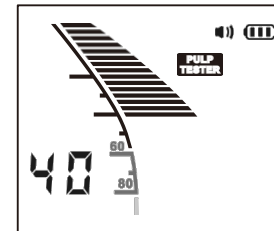

図36
- 1) 正常な刺激に対応する測定値が1～99の場合、その歯は生歯であると推定される (図36)。